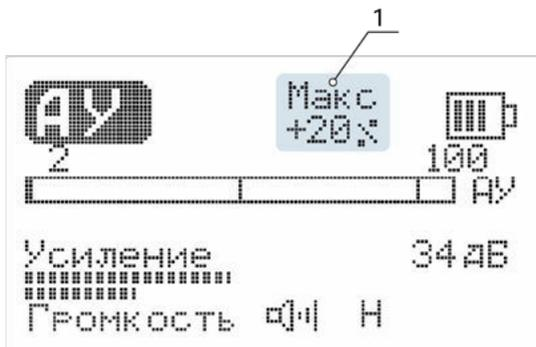

Рисунок 4– Основной экран канала «АУ»
4.6.1 Основной экран канала «АУ» изображен на Рис. 4.
Значение параметра (поз. 1, Рис. 4) отображается при включенном пункте меню «Разность» (п. 4.6.2.4) в экране настроек.
4.6.2.4 Строка меню «Разность». Отображение на дисплее относительной разности (в %) текущего и предыдущего значения входного импульсного сигнала (поз.1, Рис. 4). При увеличении сигнала «Разность» – знак «+», при уменьшении «-».